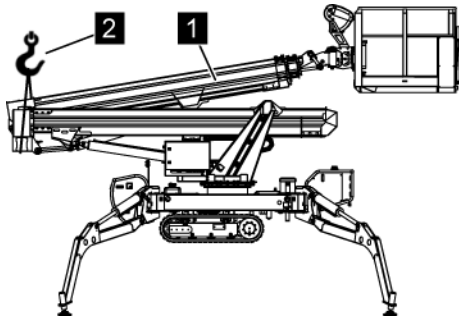

Abb. 231: Oberarm
15. Den Oberarm (Abb. 231/1) so weit anheben, dass beim Austeleskopieren des Unterarmausschubes der Arbeitskorb nicht gegen den Hubarmhalter stoßen kann (☞ Kapitel 6.15 „Servicebetrieb“ auf Seite 146).
16. Unterarmausschub mit einem Kran (Schlupf) (Abb. 231/2) sichern.